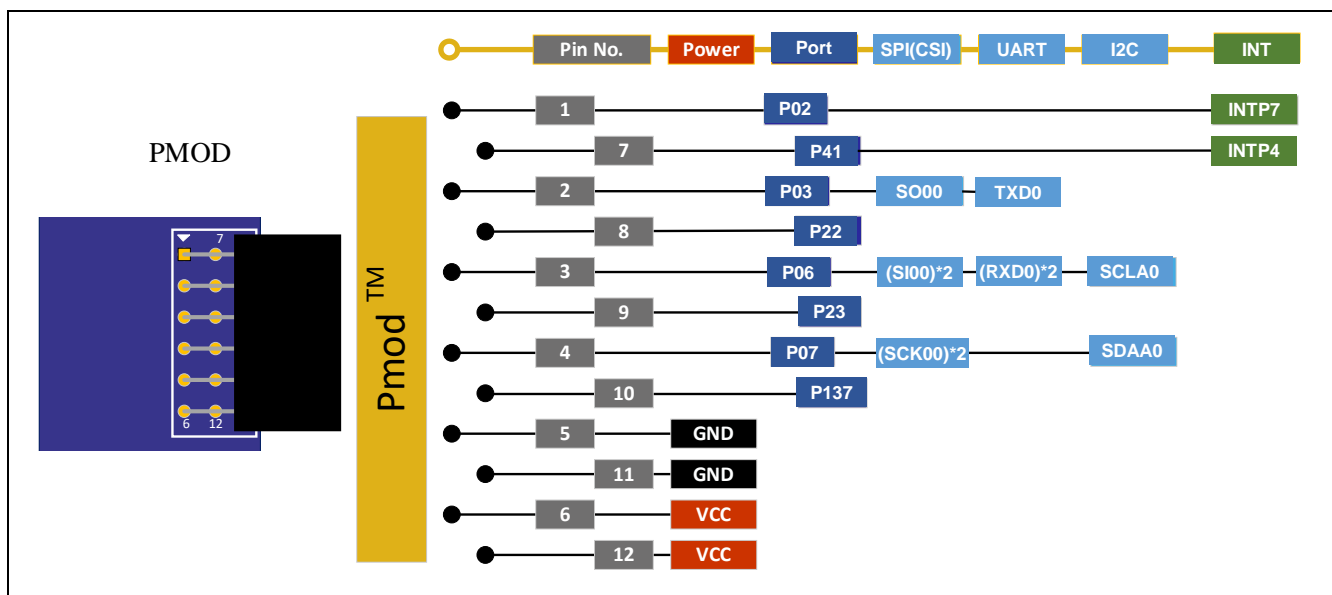

図 5-2: Pmod™ コネクタピン配置
- *2: 図 5-2 において、ショートパッドによる切り替えが必要です。
Pmod™ コネクタのピン配置を図 5-2、ピンアサインを表 5-3 に示します。